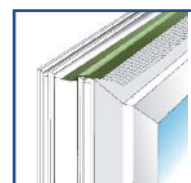

Fig.3 : Coller la membrane sur le cadre de la menuiserie.
- Coller la membrane, au moyen de son adhésif, sur la face ou la tranche du profilé côté intérieur sur tout le pourtour de la menuiserie (Fig.3)